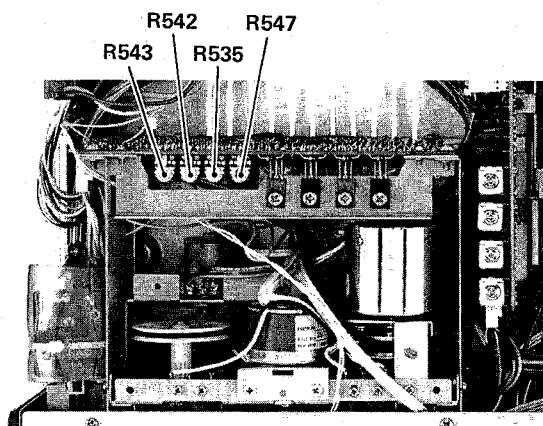

Fig. 4-3
2. If the take-up torque is out of the limits, adjust the trim pot R547 (refer to fig. 4-3).
2. もしテイクアップ・トルクが規定値から外れている場合は、半固定抵抗 R547 (図4-3参照) を調整する。